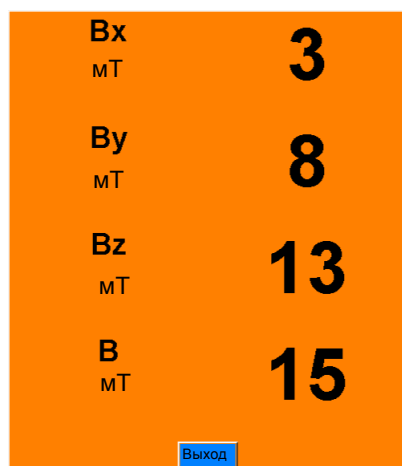

Рис. 4.37 Индикация магнитного поля
Открывается окно (см. Рис. 4.37 "Индикация магнитного поля"), в котором показываются измеренные значения Vx, Vy, Vz (три измерения магнитного поля) и В (общее поле) в мТ (диапазон отображения: 0 - 40 мТ).
- и появится индикация магнитного поля (Рис. 4.37 "Индикация магнитного поля").